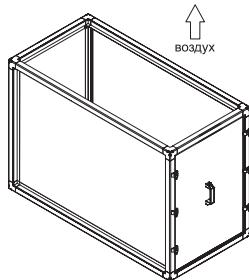

Рисунок 21
*Бокс B2 (рис.21) закрыт панелями со всех сторон, кроме верхней части и торцевой. Используется с гибкой вставкой или клапаном для выброса/зaborа воздуха в верх. Как правило устанавливается в конце или в начале установки RW.*